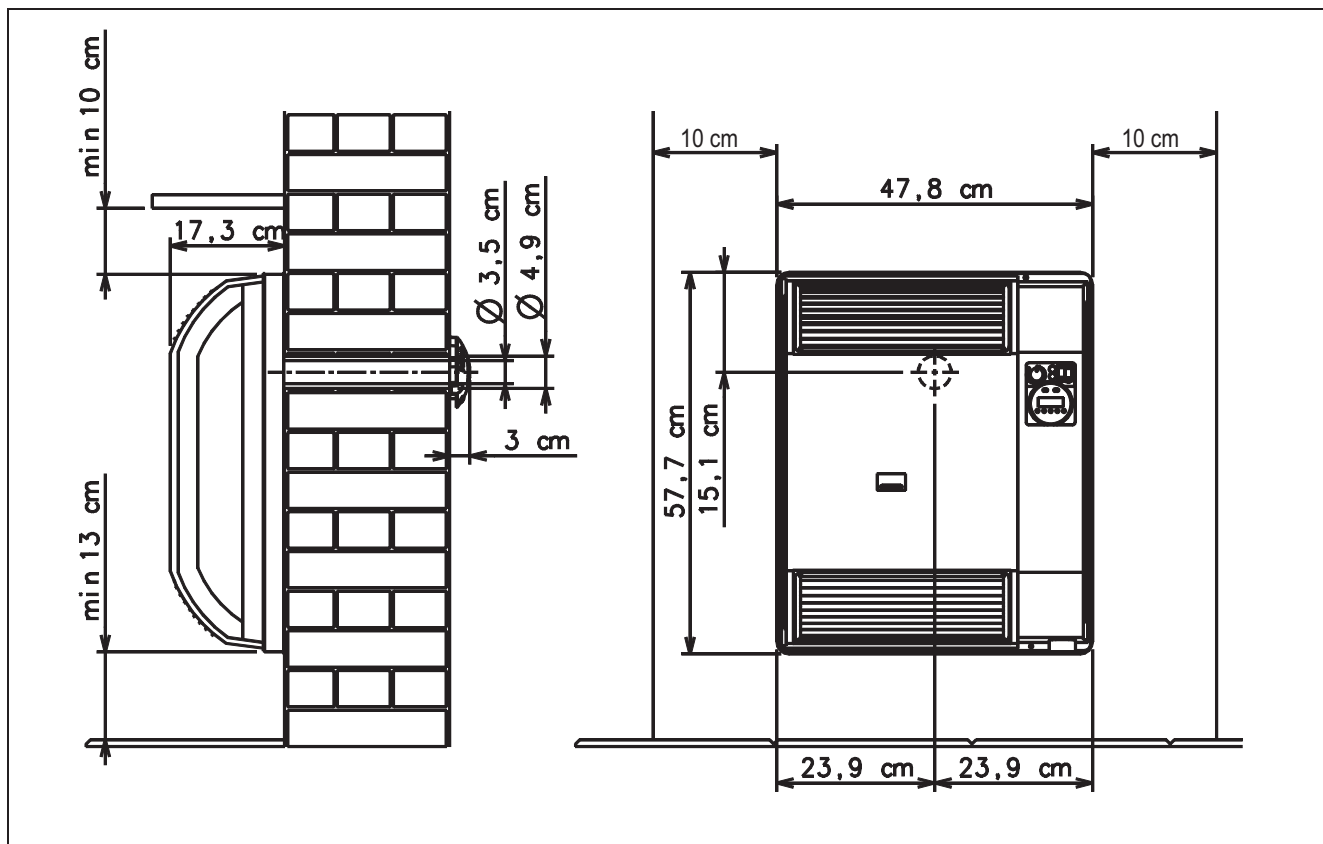
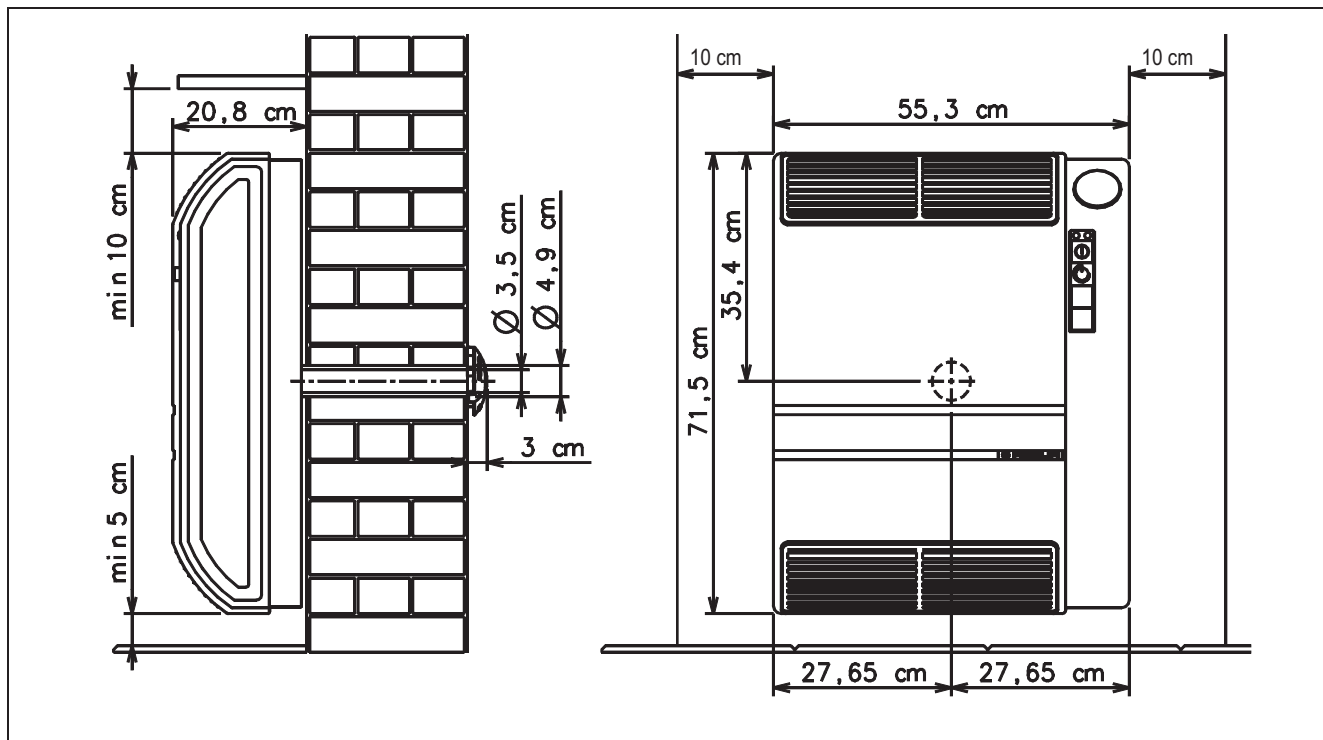
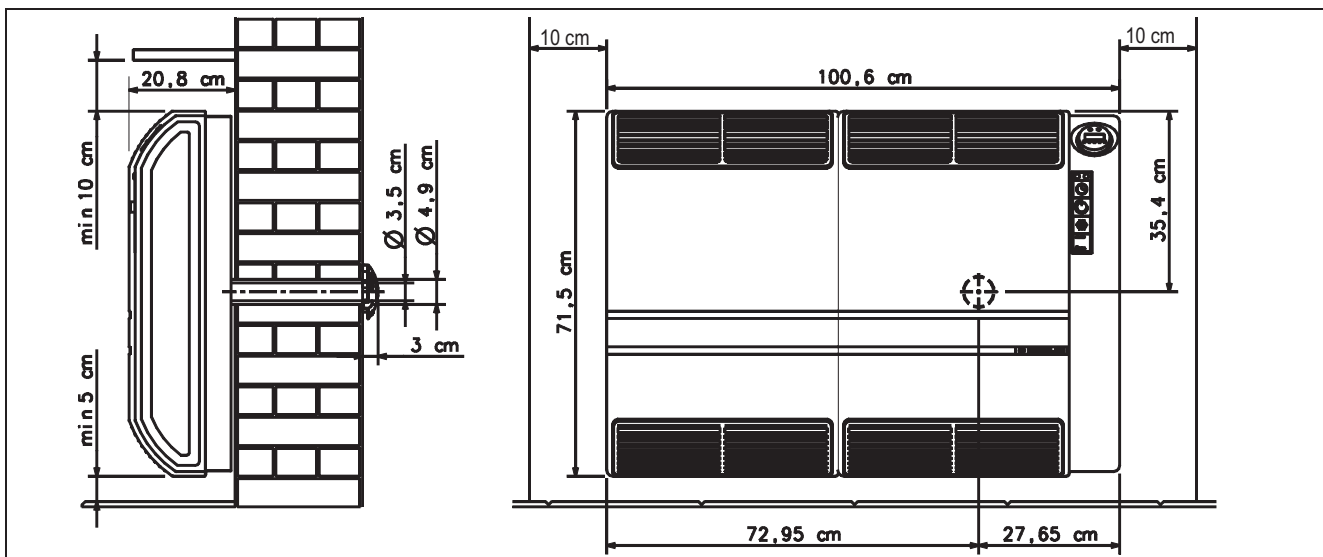

Figura 1 – DIMENSIONI ESTERNE E LIMITI DI INSTALLAZIONE PER MODELLI 3001-3002
Figura 2 – DIMENSIONI ESTERNE E LIMITI DI INSTALLAZIONE PER MODELLI 4001-4002-5001-5002
Figura 3 – DIMENSIONI ESTERNE E LIMITI DI INSTALLAZIONE PER MODELLI 8001-8002
1. All'interno del locale, l'apparecchio va applicato su una parete perimetrale o in prossimità di essa, rispettando le distanze di Figura 1 per i modelli 3001 e 3002, di Figura 2 per i modelli 4001, 4002, 5001 e 5002 o di Figura 3 per i modelli 8001 e 8002, affinché esista lo spazio sufficiente per accedere in caso di intervento. La distanza minima consigliata dell'apparecchio dal pavimento è 5 cm o 13 cm a seconda del modello (vedi Figura 1, Figura 2 e Figura 3) e possibilmente non superiore a 35 cm in quanto, per altezze superiori si avrebbe una distribuzione non uniforme del calore nel locale riscaldato.